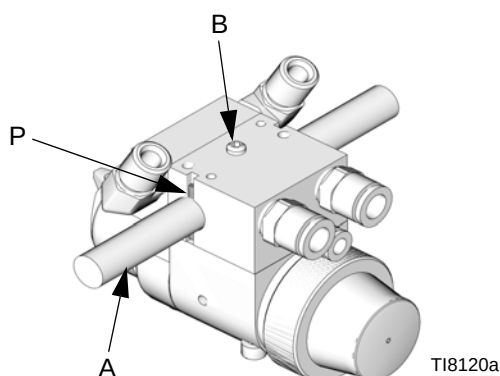

FIG. 3: Montering af frem- og tilbagegående monteringsarm
1. Indfør monteringsstangen (A) gennem hullet i manifolden som vist på FIG. 3.